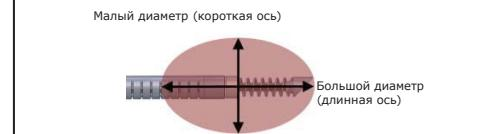

Рисунок 3. Зона абляции и ее размеры
14. На РЧ-генераторе MetaSTAR выставьте мощность на уровень, который необходим для создания теплового распределения с соответствующими значениями большого и малого диаметра (как показано на рис. 3). Графики диаметров теплового распределения с указанными малым и большим диаметрами на разных уровнях мощности см. в Инструкции по применению РЧ-генератора MetaSTAR.